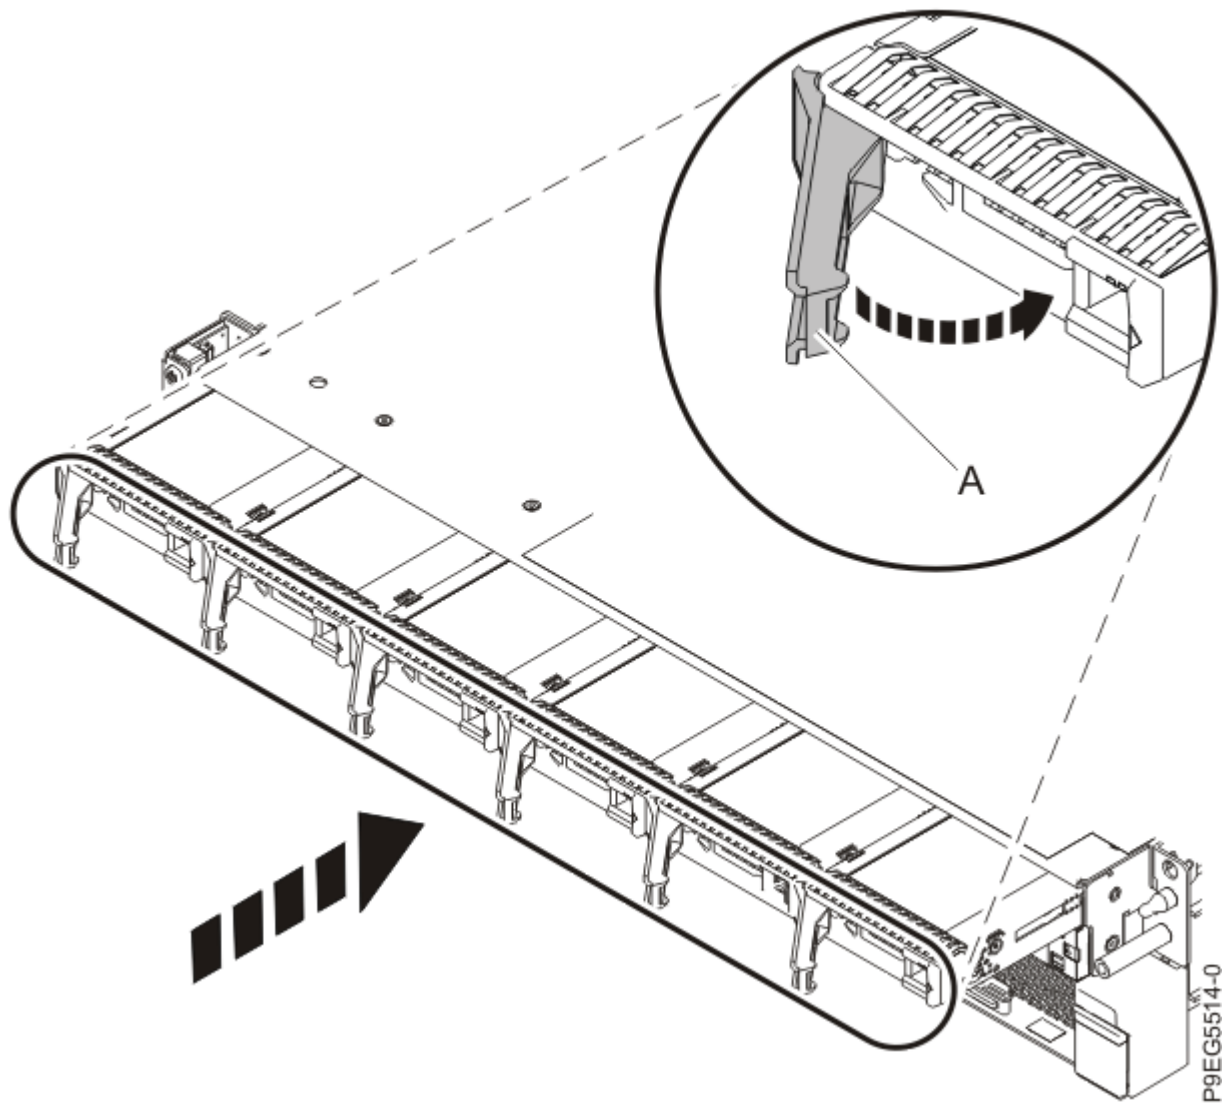

図 20. 前面ドライブの再取り付け
6. すべての前面ドライブをそれぞれのスロットに固定します (22 ページの図 20 を参照)。